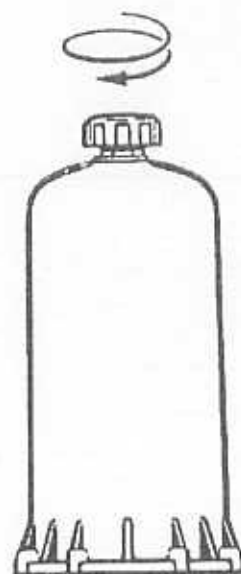

Abb. 7b
- Den Bypass-Schalter ganz zuschrauben (Abb. 7b)